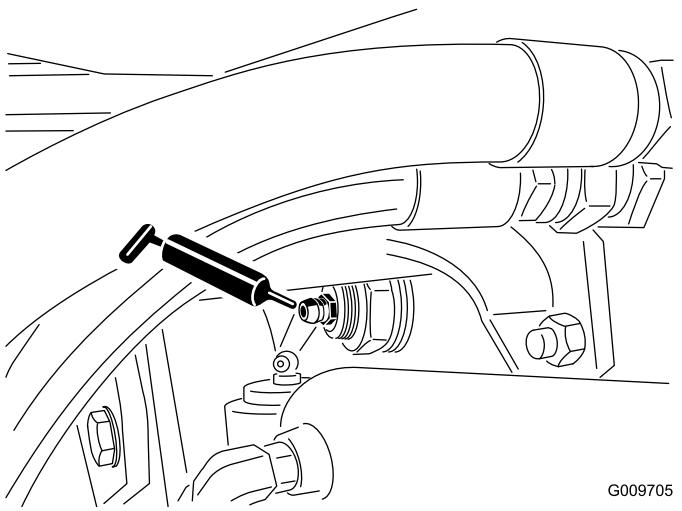

Figura 45
- Casquillos de pivote del eje trasero (2), como se muestra en la Figura 45